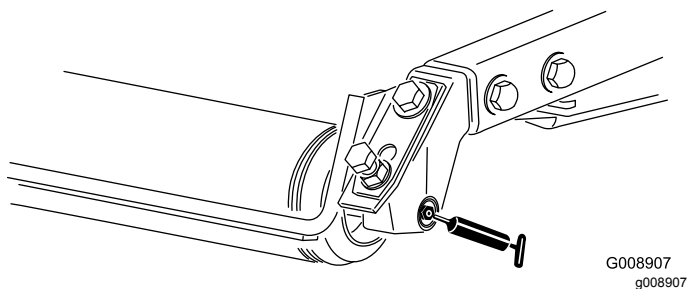

Figura 54
- Cojinetes de los rodillos traseros (2 por unidad de corte) (Figura 54).